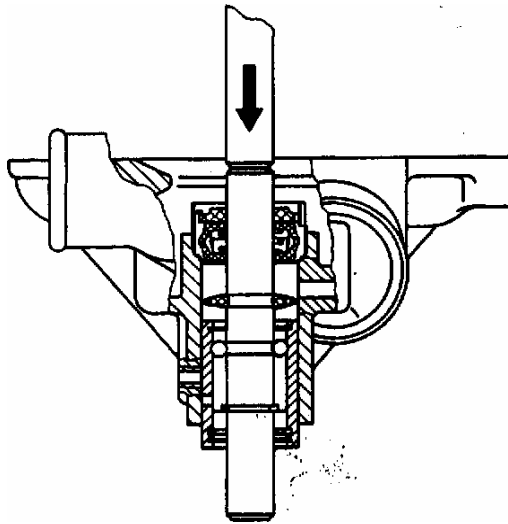

Рисунок 43 – Выпрессовка подшипника с валом водяного насоса
- выпрессовать из корпуса подшипник в сборе с валиком (рисунок 43);